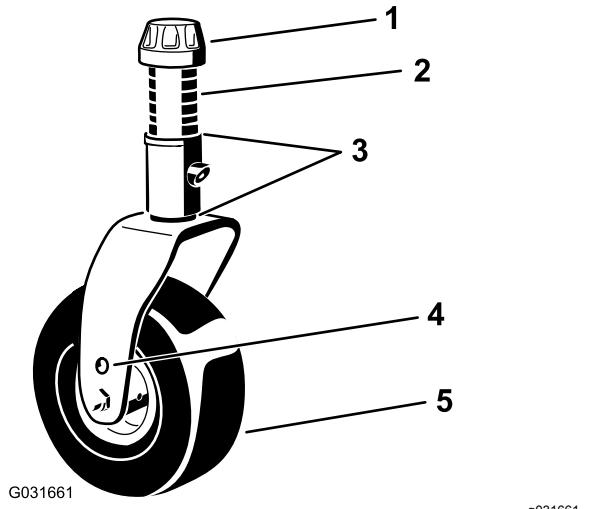
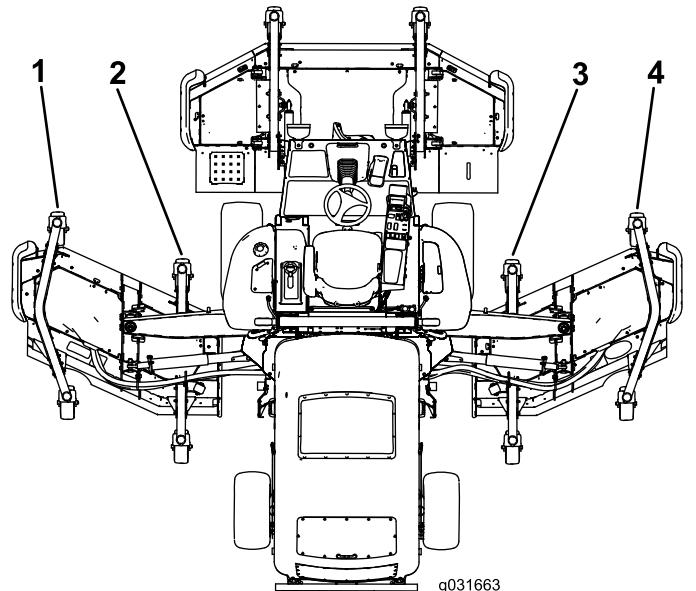

Bild 26
Bild 27
5. Wenn die innere Schnittkante des Seitenmähwerks im Verhältnis zur äußeren Kante des Frontmähwerks zu hoch ist, entfernen Sie eine Beilagscheibe von der Unterseite des vorderen inneren Laufradarms am Seitenmähwerk (Bild 26 und Bild 27).
6. Wenn die Innenkante weiterhin zu hoch ist, entfernen Sie eine weitere Beilagscheibe von der Unterseite des vorderen inneren Laufradarms des Seitenmähwerks und eine Beilagscheibe vom vorderen äußeren Laufradarm des Seitenmähwerks (Bild 26 und Bild 27).
Sie eine Beilagscheibe (1/8") der Unterseite des vorderen inneren Laufradarms am Seitenmähwerk hinzu (Bild 26 und Bild 27).